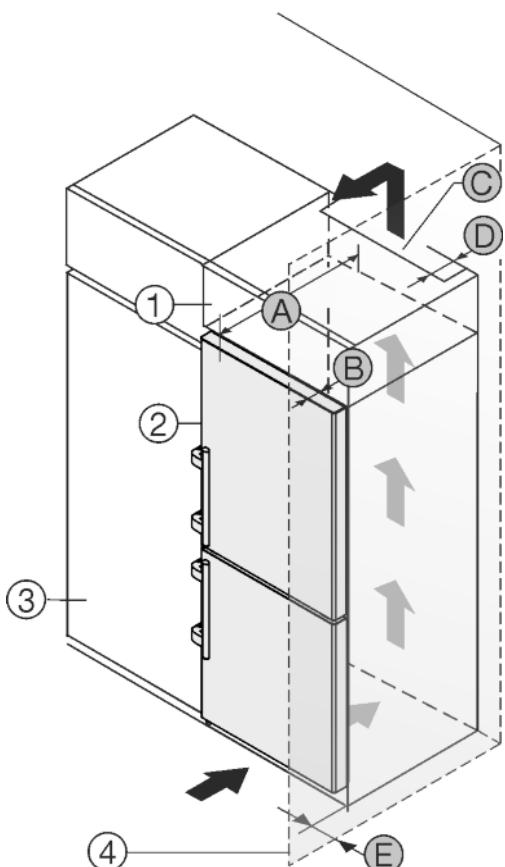

Fig. 26
Уредът може да е обграден с кухненски шкафове. За да изравнят височината на уреда Fig. 26 (2) с височината на вградената кухня, над уреда може да се постави шкаф-пристройка Fig. 26 (1).
Уредът да се постави непосредствено до кухненски шкаф Fig. 26 (3). За да могат вратите да се отварят изцяло, уредът трябва да е издаден с дълбочината Fig. 26 (B) спрямо лицето на кухненския шкаф. В зависимост от дълбочината на кухненските шкафове и използването на детали за отстояние от стената, уредът може да излезе още по-напред.
- От задната страна на шкафа-пристройка трябва да има вентилационен отвор с дълбочина Fig. 26 (D) по цялата ширина на шкафа-пристройка.
- Под тавана на помещението трябва да се спази сечението за вентилация Fig. 26 (C).
Когато уредът се поставя с пантите до стена Fig. 26 (4), трябва да бъде спазено разстоянието Fig. 26 (E) между уреда и стената. Това отговаря на разстоянието, с което дръжките стърчат при отворена врата.